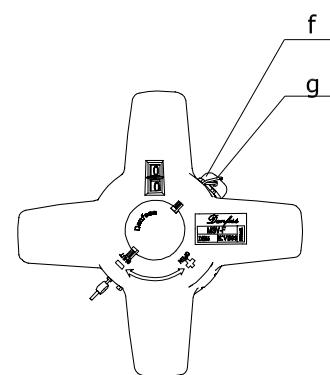

Fig. 6
- e: Optionally you can lock the hand-wheel and protect the setting. Fit the enclosed clip (f) in the cut-out in the hand-wheel. Thread the sealing wire (g) through the holes on the clip, hand-wheel and lead seal. Fit the lead seal. See Fig. 6.
- e: Optional kann das Handrad auch plombiert und die Einstellung geschützt werden. dazu den beiliegenden Clip (f) in den Ausschnitt des Handrades einsetzen. Einen Plombierdraht (g) durch die Löcher in Clip und Handrad ziehen und mit einer Plombe verschließen. Siehe Fig. 6.